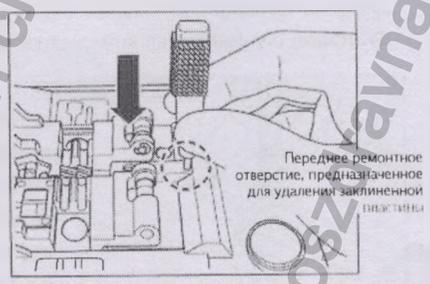

Рис. 26
2. Вставьте ремонтное приспособление, предназначенное для устранения заклиненной пластины, в переднее ремонтное отверстие, предназначенное для удаления заклиненной пластины, аппарата TSCD-II и нажмите приспособление по направлению вниз таким образом, чтобы расположенная внутри пластина попала в коронку для использованных пластин (См. Рис. 26).